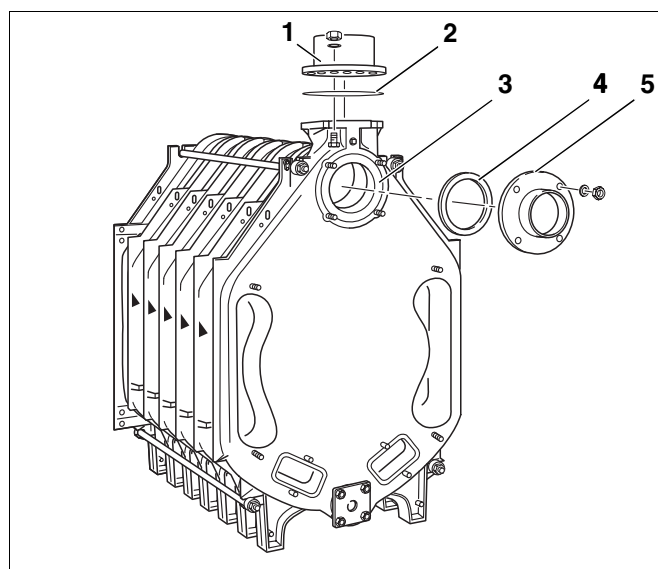

Fig. 25 Montering af tilslutningsflange
- Ved den senere tilslutning af returløbet monteres svejseflangen på den øverste nippelgang (med påsvejst rørføring (Fig. 25, **pos. 3** – returtilslutning). På figuren ses svejseflangen og pakningen (Fig. 25, **pos. 4 og 5**).
- Fremløbsflangen (Fig. 25, **pos. 1**) med pakning (Fig. 25, **pos. 2**) skal bruges til den efterfølgende tilslutning af fremløbet.